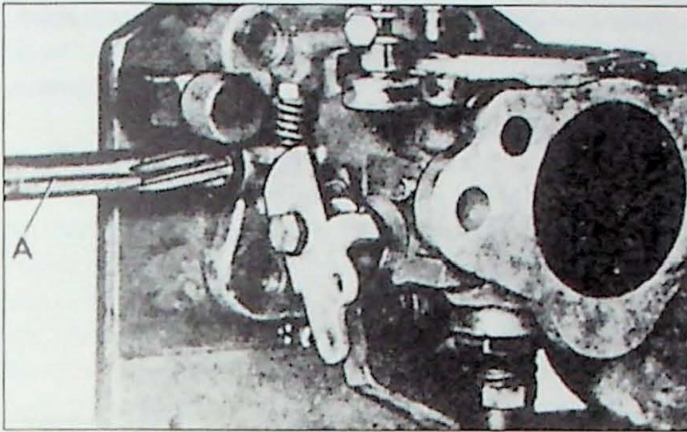

Fig. 3.21. Ruimen van de passing. A=SVO 2400
3. Ruim het gat van de as in het huis met ruimer SVO 2400 (Fig. 3.21). Trek de ruimer niet terug door het gat maar maak de bevestiging los en schuif de ruimer in de werkriching door het gat in de bodemplaat. Wordt het ruimen met een kolomboormachine gedaan, dan moet de laagste snelheid worden gebruikt en moet erop worden gelet dat de ruimer zeer zorgvuldig wordt ingespannen, zodat deze niet slingert. Als dit gebeurt wordt het gat te groot, de lagerbussen komen los te zitten en het carburateurhuis kan niet meer worden gebruikt.